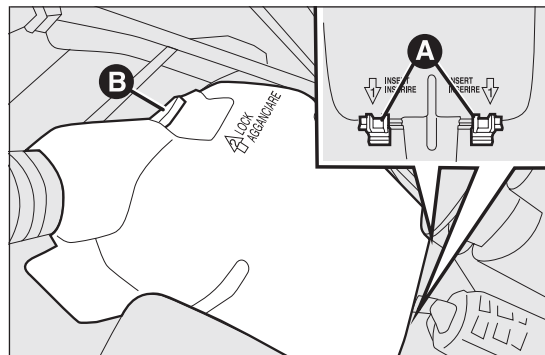

fig. 170
- ❑ inserire i due agganci A fig. 170 nelle relative sedi ubicate sulla scatola fusibili;